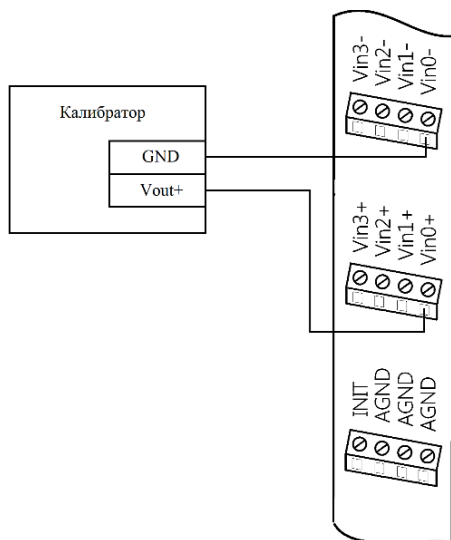

Рис. 4.5. Соединение приборов для юстировки термодар модуля NLS-8TIn
- подключить калибратор к входу преобразователя проводом минимальной длины в соответствии с рис. 4.5;